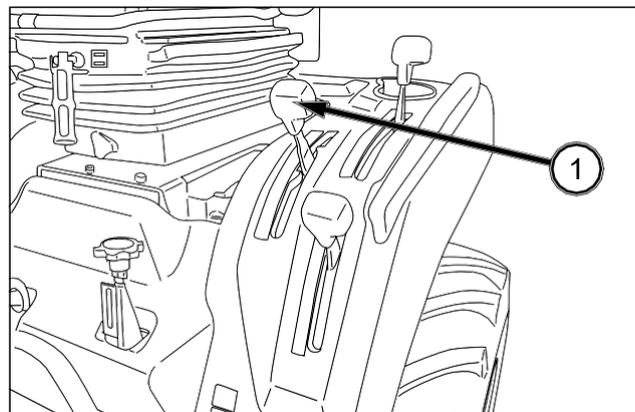

FIG. 51
FIG. 51: La palanca de embrague de toma de fuerza (TDF) (1) embraga y desembraga las dos tomas de fuerza (toma de fuerza trasera, toma de fuerza ventral o ambas a la vez) del tractor.